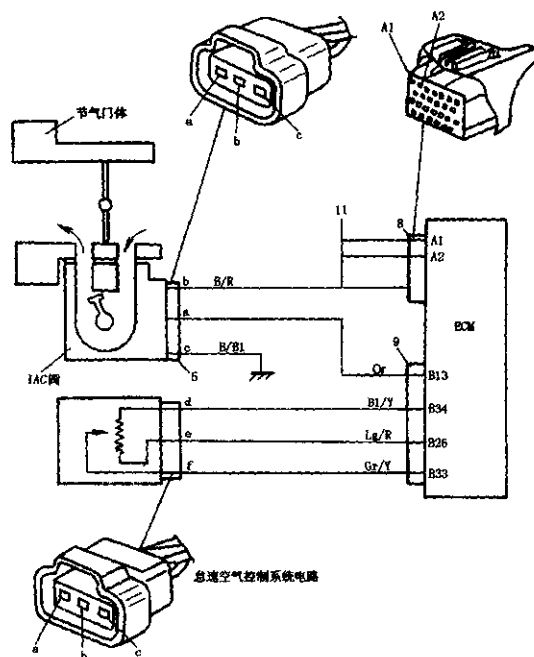

图 2-79 怠速空气控制系统电路图
④ 安装空气调节阀时,应使用新的 O 形环。将空气调节阀装在节气门体上,拧紧力矩为 $3.3\text{N}\cdot\text{m}$ 。
⑤ 怠速空气控制系统电路,如图 2-79 所示。